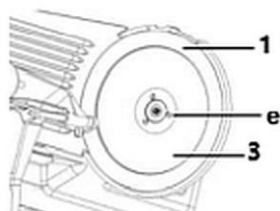

Fig. 13
4. För att ta bort kniven (1), skruva loss de 3 låsskruvorna (e) med en lämplig skruvmejsel (fig. 13).
5. Lossa kniven (1) försiktigt.
6. Rengör knivskyddet (3) och kniven (1) med varmt vatten och ett neutralt rengöringsmedel. Använd en svamp, lämplig rengöringsborste eller mjuk trasa. Skölj med rent vatten.